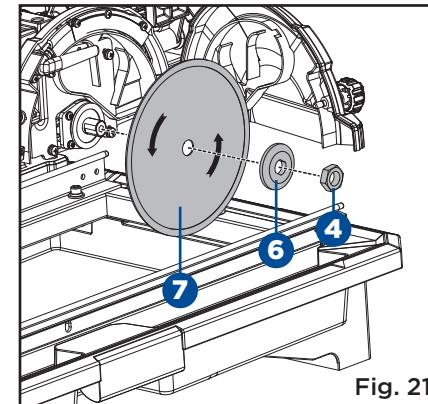
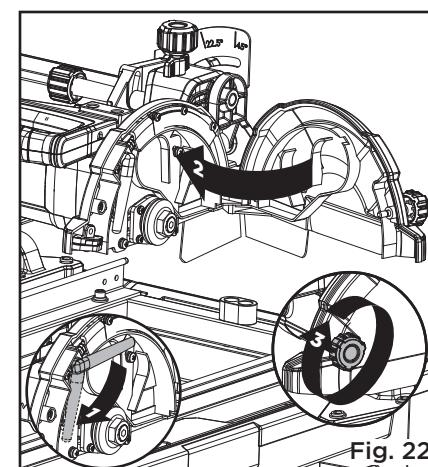

Fig. 21
Fig. 22
- Placez la roue de coupe (7) dans le disque (avec les flèches de la roue en sens anti-horaire). (Fig. 21)
- Replacez la rondelle extérieure (6) en veillant à ce que les brides externes soient alignées aux brides du disque. Replacez l'écrou de disque (4) sur le disque. (Fig. 21)
- Au moyen de la clé à disque (3), appuyez sur le verrou de disque (5) (situé à l'intérieur de l'assemblage de la tête du moteur) et serrez solidement l'écrou de disque (4).
- Faites tourner la buse à eau (2) dans sa position originale. Refermez et verrouillez le protège-meule. (Fig. 22)